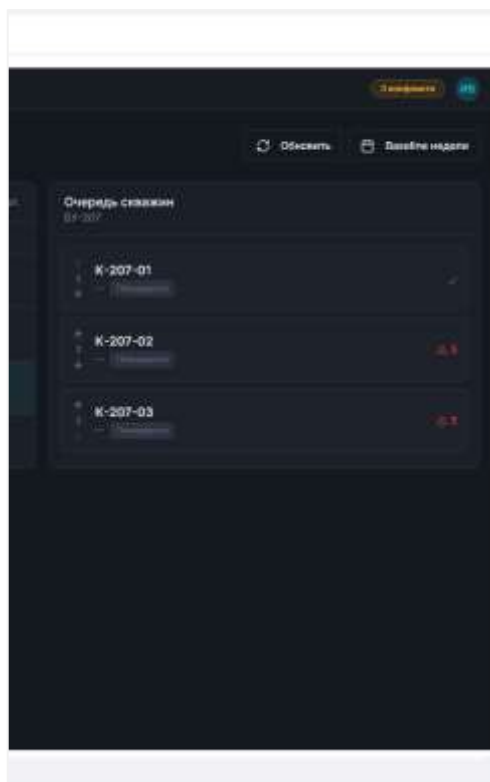

Рисунок 9. Панель «Очередь скважин»
3. В правой панели ознакомиться с текущей очередностью скважин (Рисунок 9);